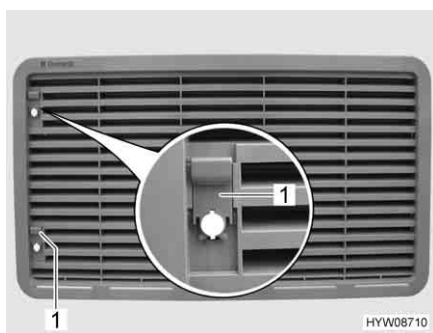

Fig. 92 Griglia di aerazione del frigorifero
- Spingere il cursore (Fig. 92,1) verso l'alto.